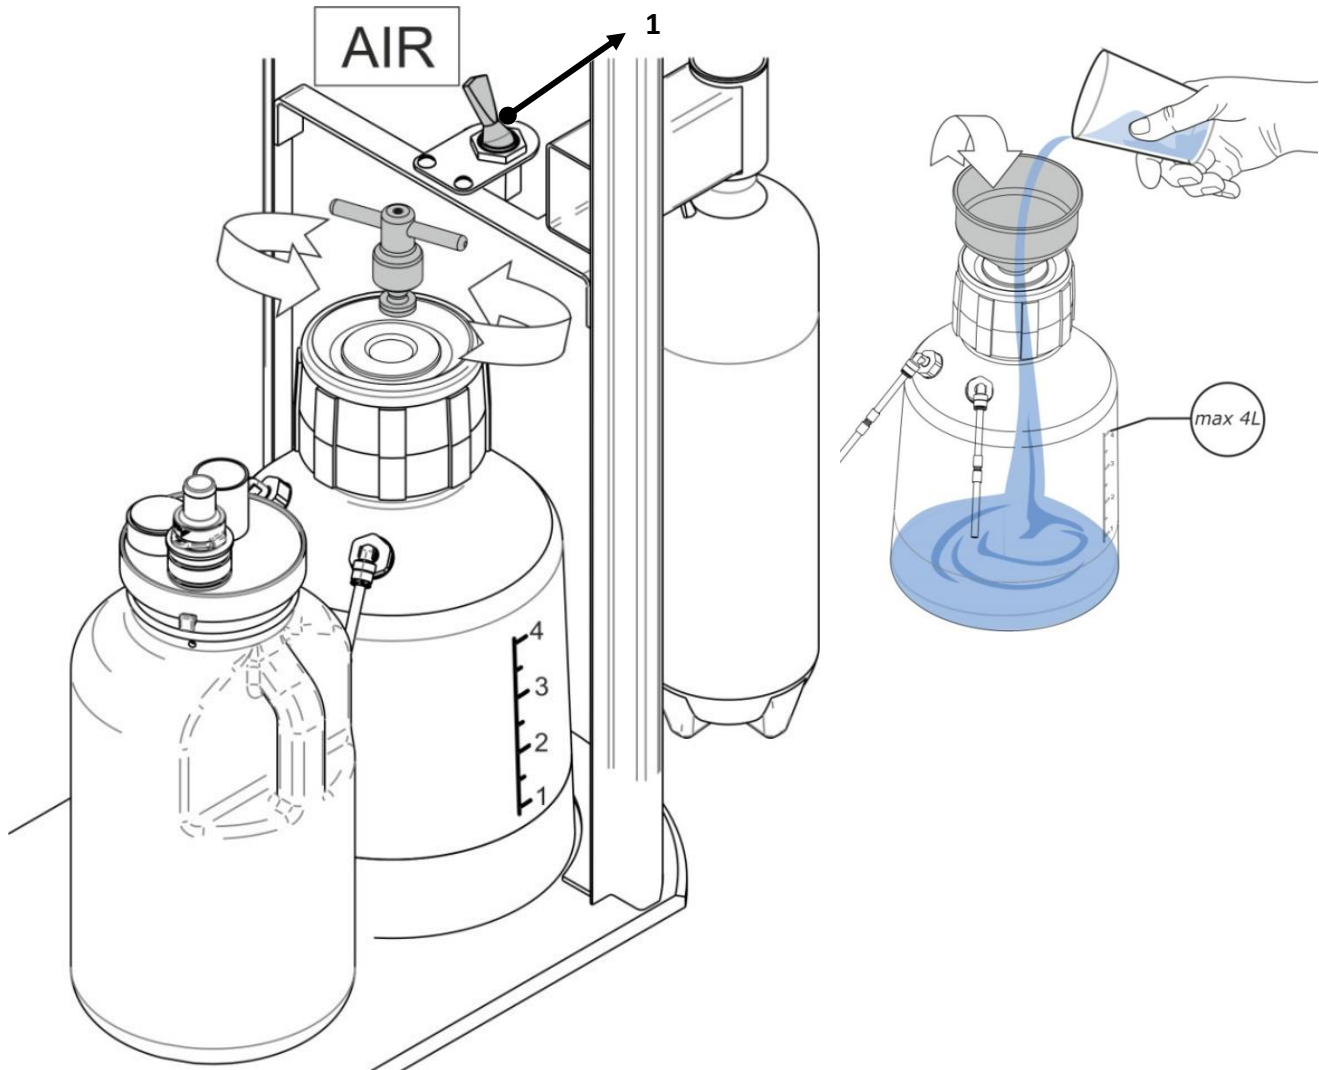

Рисунок 8.6.1
- вимкнути перемикач (поз.1.Рисунок 8.6.1.) подачі повітря в ємність з водою;